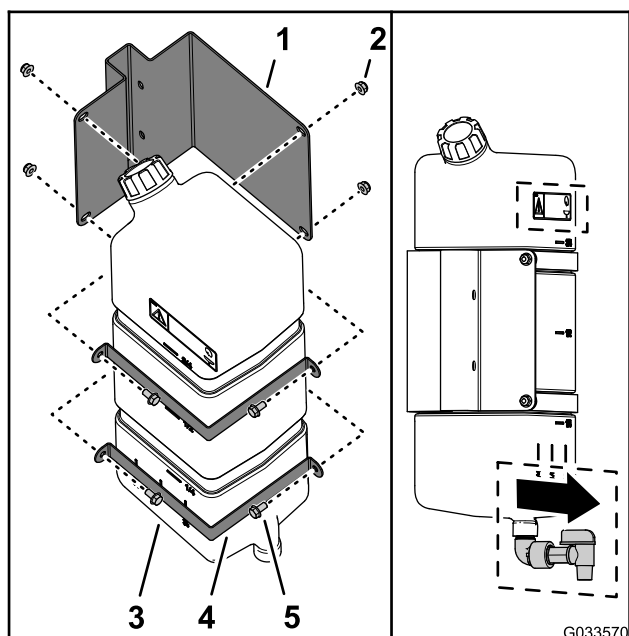

Figura 45
- Monte o depósito de água limpa na montagem do depósito com as duas correias de montagem, quatro parafusos de cabeça flangeada (5/16 pol. x 5/8 pol.) e quatro porcas flangeadas (5/16 pol.) como se mostra na Figura 45.